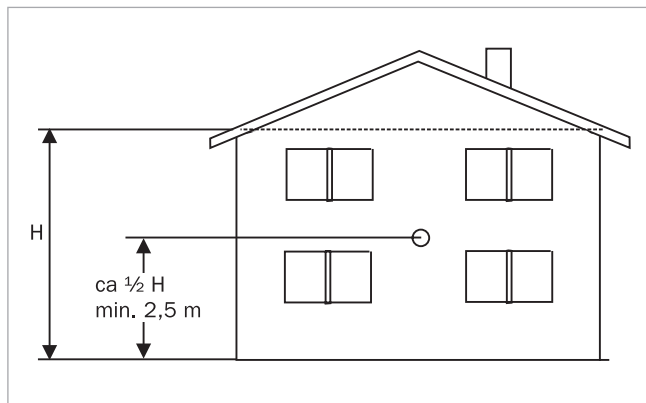

Abb. 26: Position des Außensensors
- Auf halber Höhe der Fassade, mindestens jedoch auf 2,5 m Höhe vorsehen (siehe → Abb. 26).